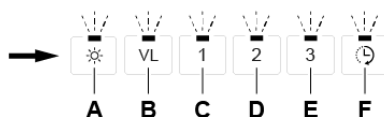

Fig.4
- Vid lyckad omprogrammering av funktionsläget så kommer dioderna för samtliga knappar att blinka, se Fig.4.